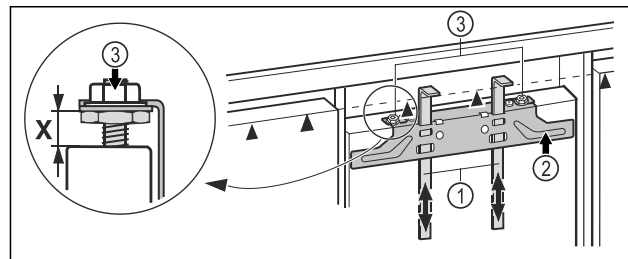

Fig. 41
- ▶ Montagehilfen Fig. 41 (1) auf Möbeltürhöhe hochschieben. Untere Anschlagkante ▲ der Montagehilfe = Oberkante der zu montierenden Möbeltür.
- ▶ Befestigungstraverse Fig. 41 (2) über die Kontermuttern Fig. 41 (3) abschrauben.